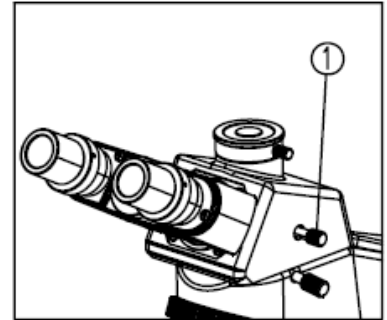

Figura 21
### ■ Selección del camino de la luz (figura 21)
A efectos prácticos, cuando vaya tan sólo a observar, introduzca la palanca hasta el final. Si desea obtener microfotografías o acoplar cámaras CCD o vídeo, entonces extraiga la palanca (Figura 21).
Los modelos actuales puede que no lleven palanca de desviación de luz (6) figura 21 En este caso, la luz se reparte automáticamente entre el cabezal binocular y el tubo vertical.